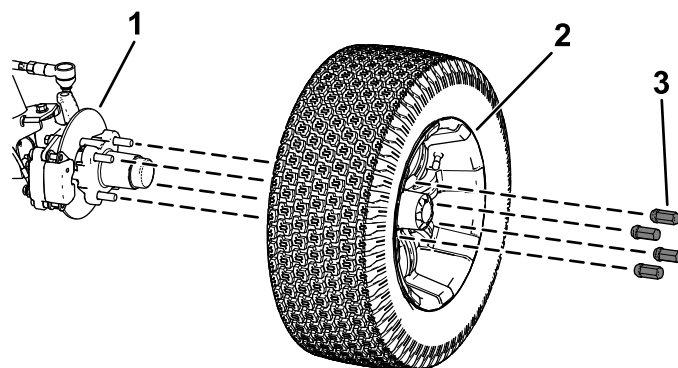

Figure 34
2. Retirez les 4 écrous de roue qui fixent la roue au moyeu (Figure 34).
4. Alignez les trous dans la roue et les goujons du moyeu puis montez la roue sur le moyeu en plaçant la valve à l'extérieur (Figure 34).
5. Fixez la roue au moyeu avec les écrous de roue (Figure 34).